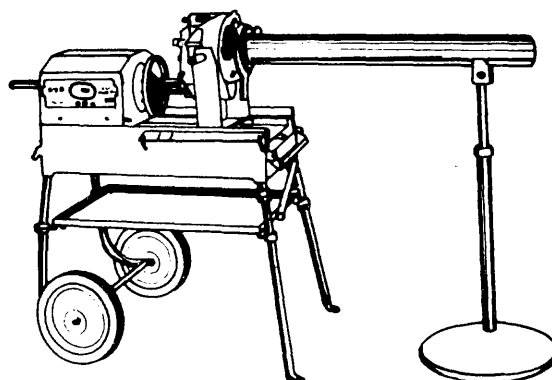

Fig. 10
2. Con la terraja inmóvil, donde lo que gira es el tubo. Aquí el vástago permanecerá fijo y por lo tanto, podrá utilizarse una barra rígida, a condición de que el eje del vástago esté en línea con los centros de la guía y del plato de mordazas (fig. 10).